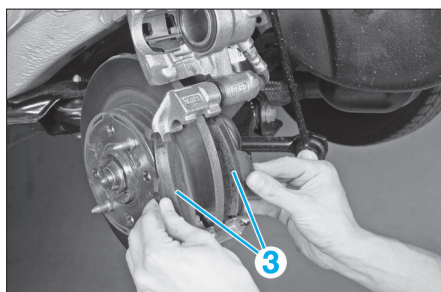

FIG. 2
- Déposer les plaquettes de frein (3) de l'étrier (Fig.2).